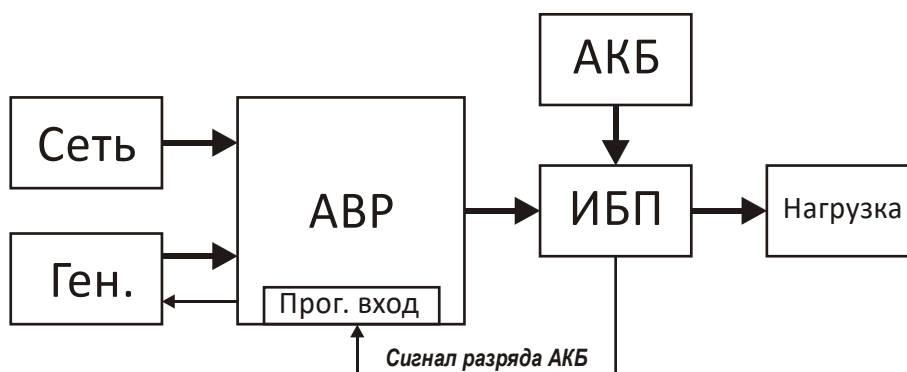
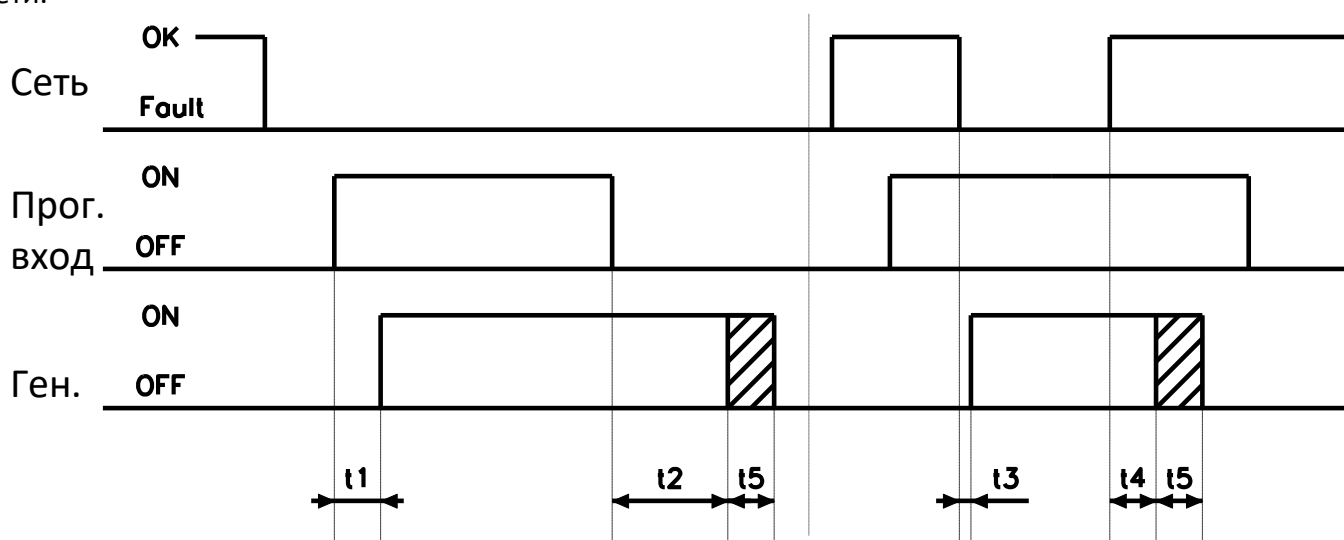

Рис. 5.9. Блок-схема совместной работы АВР и ИБП
Рис. 5.10. Диаграмма работы при выборе функции «Разрешение запуска»
5.7.5.1 Функция программируемого входа «Разрешение запуска» разрешает работу генератора в режиме «Авто» при возникновении условий для его запуска (п. 5.7.2.1). Функция «Разрешение запуска» может быть необходима при совместной работе контроллера с источником бесперебойного питания (ИБП), который по сигналу разряда своей АКБ может разрешать запуск генераторной установки. Пример совместной работы АВР и ИБП (рис. 5.9, рис. 5.10).
- тип контакта управления - нормально разомкнутый (NO), т.е. активное состояние – замкнутый контакт (P261, табл. 5.10);
- задержка на активацию функции  $t_1$  (рис. 5.10) будет определяться параметрами P262 и P263 (табл. 5.10);
- задержка на деактивацию функции  $t_2$  (рис. 5.10) будет определяться параметрами P264 и P265 (табл. 5.10).